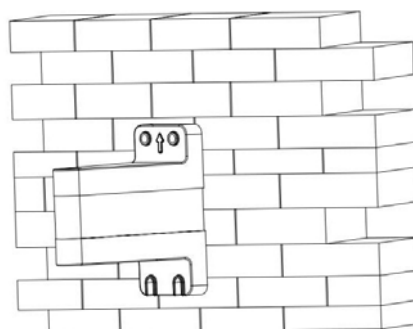

Abb. 2: Wandmontage
Schritt 1: Wählen Sie eine geeignete Position an der Wand. Markieren und bohren Sie 4 Löcher, die zu den entsprechenden Bohrungen in der Wandhalterung passen (Abb. 2).